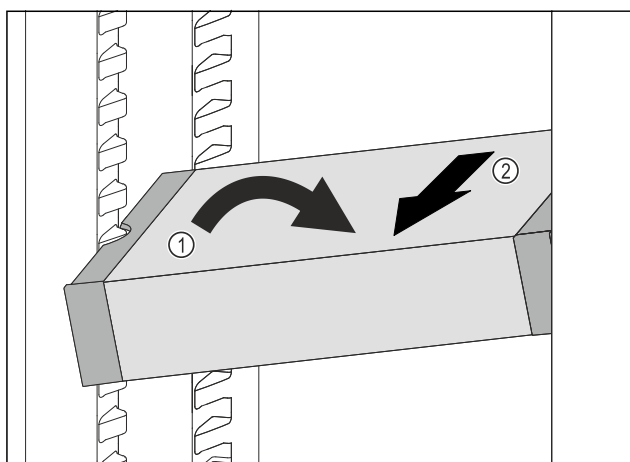

Fig. 180
- Ukosite ladicu VarioSafe u hladnjaku. Fig. 180 (1)
- Izvadite ladicu VarioSafe prema naprijed. Fig. 180 (2)